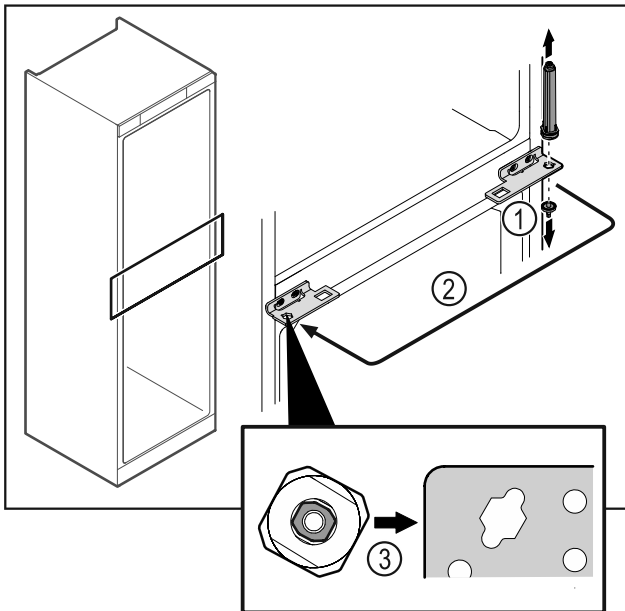

Fig. 49
- ▶ Scharnierbolzen Fig. 49 (1) abschrauben.
- ▶ Türschließsystem Fig. 49 (2) einsetzen.
- ▶ Beim Einsetzen auf die korrekte Ausrichtung des Türschließsystems Fig. 49 (3) achten.